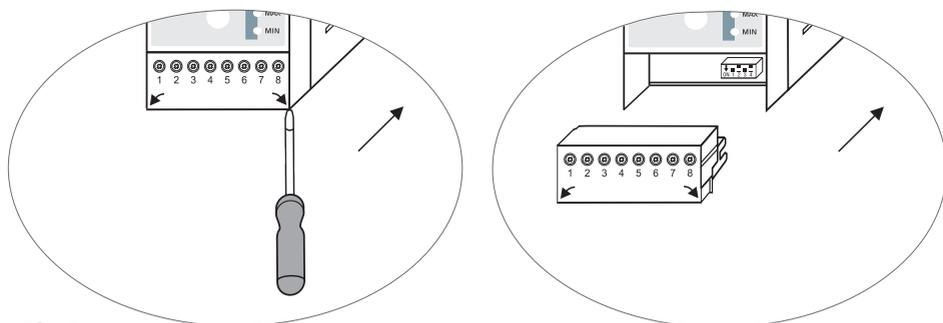

Fig. 6
- Retirer les borniers supérieur et inférieur. **Fig. 6**